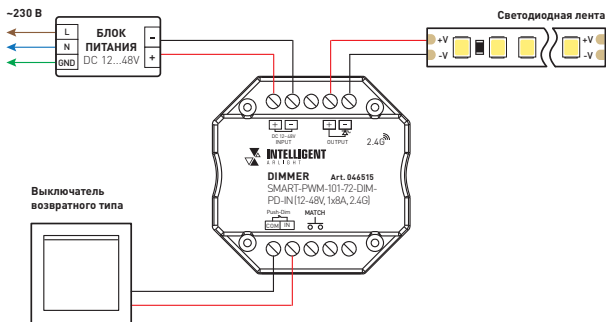

Рис. 1. Схема подключения диммера SMART-PWM-101-72-DIM-PD-IN
- 3.2. Подключите диммер, соблюдая порядок подключения проводов [рис. 1].